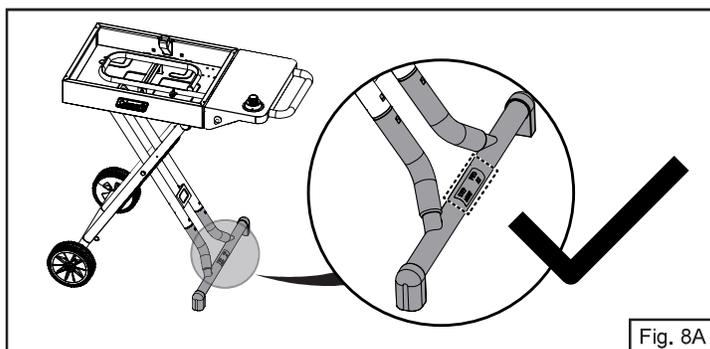

Fig. 8A
8. Retournez l'appareil et vérifiez que la poignée de remorquage est correctement installée. **NOTE :** Il est correct de voir le texte d'avertissement tourné vers le haut (Fig. 8A). Sinon, c'est incorrect (Fig. 8B).